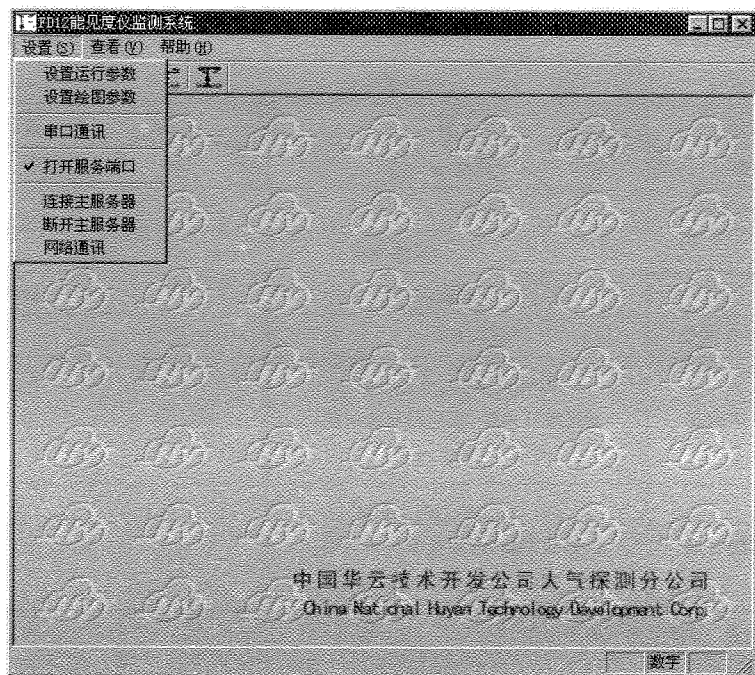
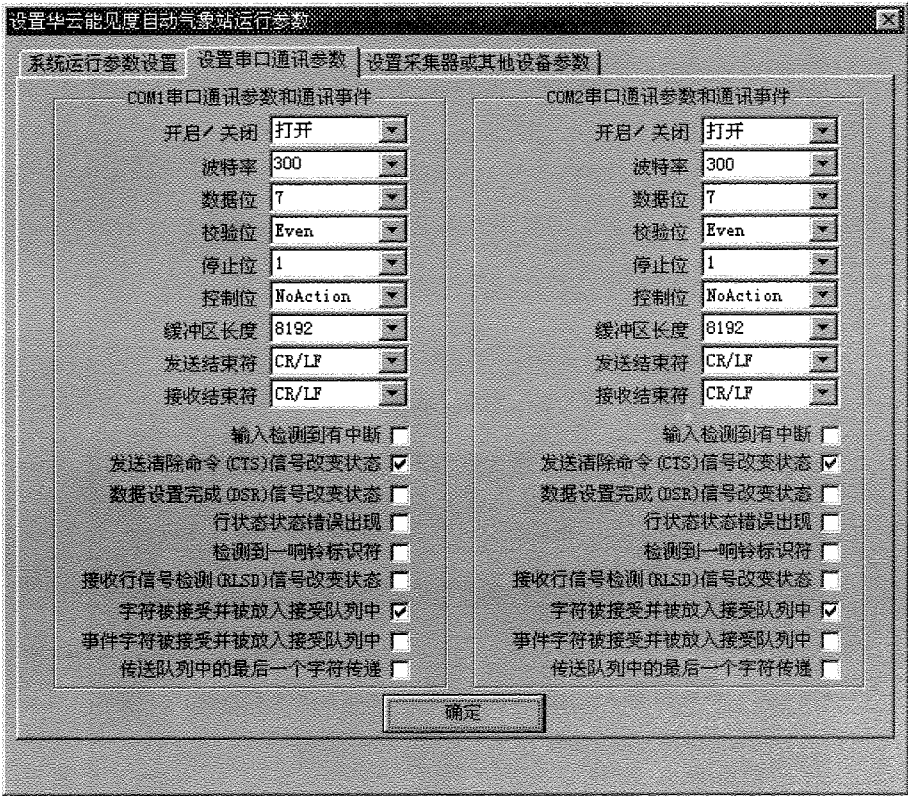

图 7-22 设置界面
图 7-24 设置串口通讯参数
- (2)打开设置,界面如图 7-22。
- (3)点击“系统运行参数设置”,选择连接端口,其余选项目保持默认设置。
- (4)点击“设置串口通讯参数”,界面如图 7-24。选择相应的参数值。选择打开要使用的端口。波特率最低设置为 300,数据位为 7,校验为 EVEN 偶校验,停止位为 1。其余设置保持默认值。